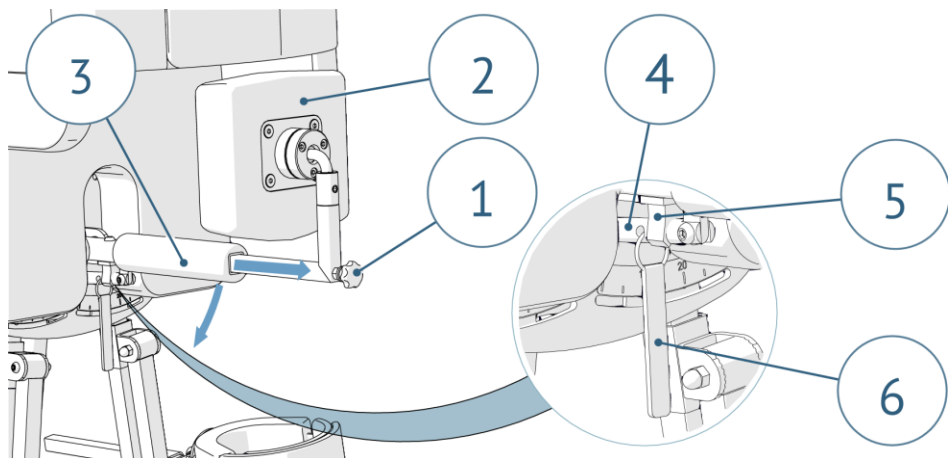

Рисунок 5. Подготовка к помещению пользователя.
Для безопасного помещения пользователя в изделие упор для таза должен быть снят, а абдуктор переведен в вертикальное положение: отверните рукоятку (1) и вытяните упор (2) из абдуктора (3). Затем сложите блокиратор горизонтального положения абдуктора (4), предварительно освободив его из зажима (5), потянув за ремень (6) (рис.5).
Для регулировки углов продольного и поперечного наклона упора ослабьте винты (3), установите нужное положение упора, а затем плотно затяните винты (3) (**рис.5**).
Для регулировки положения упора по высоте открутите фиксирующий винт (2). Установите необходимую высоту упора и плотно затяните винт (2) (**рис.5**).